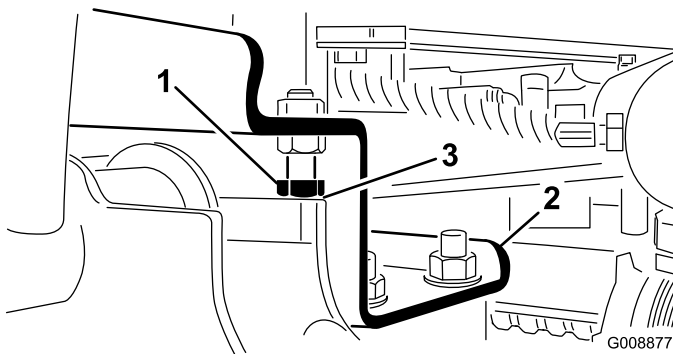

Figure 11
- A. Desserrez les boulons d'arrêt (Figure 11).
2. Vérifiez que l'écartement entre chaque bras de relevage et le boulon d'arrêt est de 0,13 à 1,02 mm (Figure 11). Si ce n'est pas le cas, réglez les boulons d'arrêt de manière à obtenir l'écartement voulu.